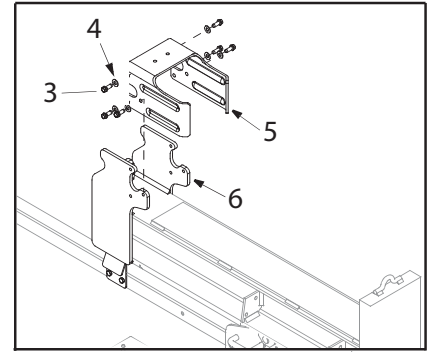
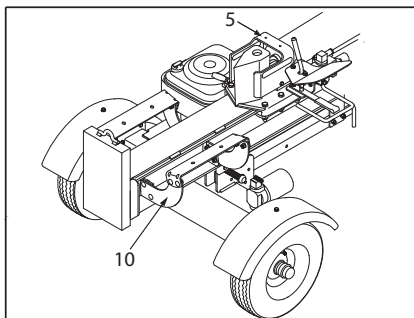

Fig.7
Fig.9b
- Détachez le racloir (5) du chevalet support (6) soudé ; pour ce faire, retirez les six vis (3) et les rondelles intercalaires (4). Figure 7
- Montez à nouveau le racloir (5) au-dessus du sous-ensemble à coin et vissez-le à fond, à l'aide de la quincaillerie préalablement enlevée (voir la figure 7), contre le chevalet support soudé. Figure 9b
- Fixez à nouveau la béquille (10) contre le côté à vanne de commande de la colonne de fendage ; ce faisant, alignez les extrémité de la béquille contre les brides de colonne. Voir la figure 9b.